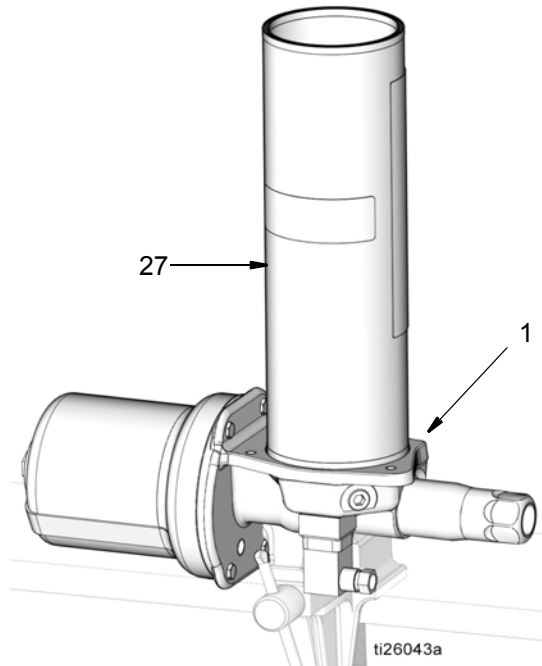

FIG. 57
11. Poser le réservoir (27) sur la base de la pompe (1) (FIG. 57).